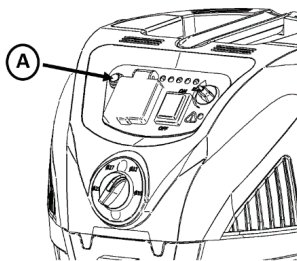

Fig. 19
Den automatiske filterrengjøringen kan slås på og av med bryteren (A) på kontrollpanelet i fig. 19. Når bryteren lyser er den automatiske filterrengjøringen aktiv.